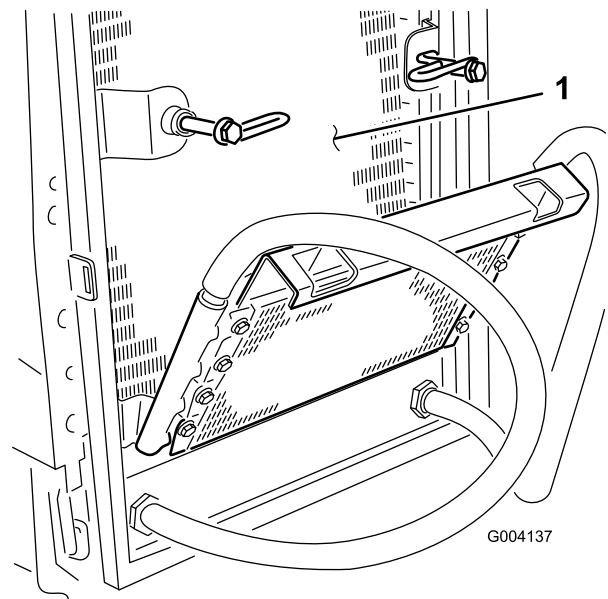

Bild 64
6. Reinigen Sie beide Seiten des Ölkühlers und des Kühlers gründlich mit Druckluft (Bild 64).